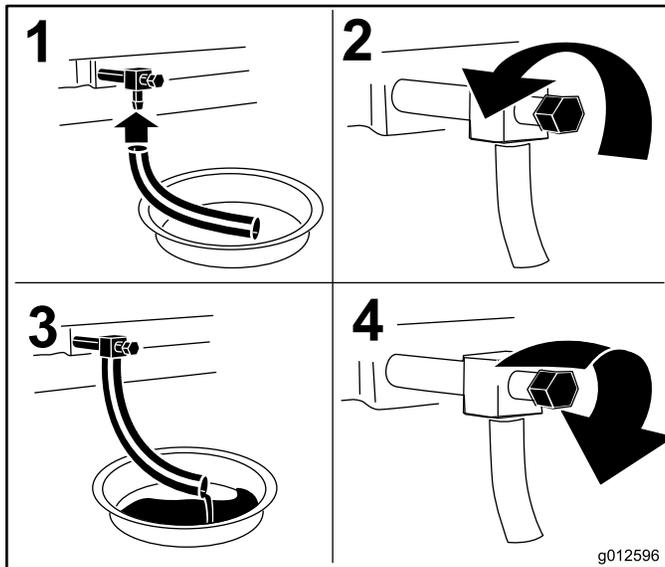

Figure 44
3. Avant de quitter la position d'utilisation, coupez le moteur, enlevez la clé de contact et attendez l'arrêt de toutes les pièces mobiles (Figure 44).
4. Vidangez l'huile moteur, comme montré à la Figure 44.